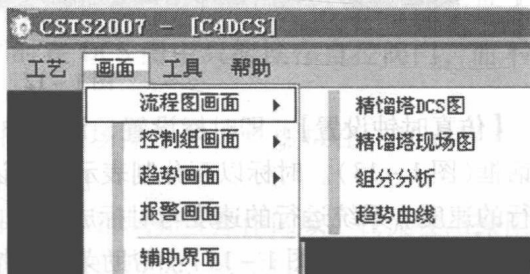

图 1-10 画面菜单
(2) 画面菜单：“画面”菜单包括程序中的所有画面进行切换，有流程图画面、控制组画面、趋势画面、报警画面、辅助画面。选择菜单项(或按相应的快捷键)可以切换到相应的画面(图1-10)。